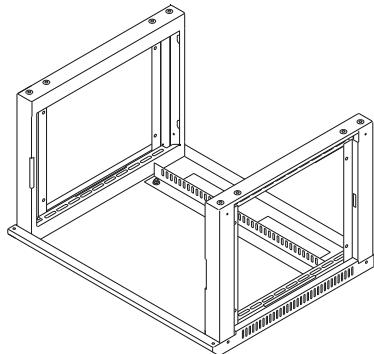
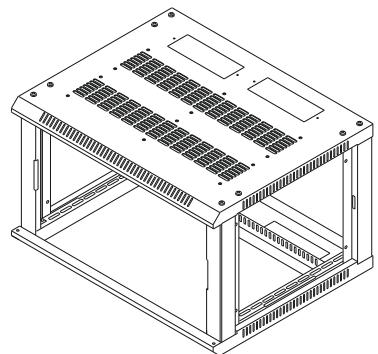

Рисунок 3
Рисунок 4
- 1.4 Поставьте собранный узел на дно (рисунок 3), установите на рамы крышу (рисунок 4) и закрепите восемью винтами M6×16.